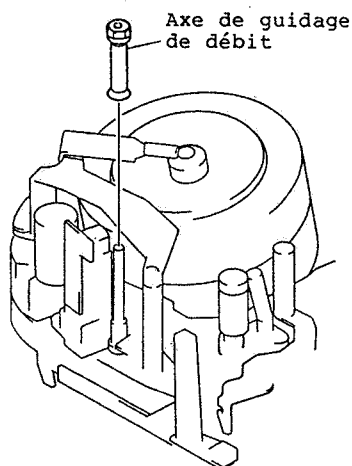

Fig. 2-73
1. Tourner la section supérieure de l'axe de guidage de débit avec la clé six pans mâle coudée (de 5,0 mm) et retirer l'axe de guidage de débit. (Se reporter à la figure 2-73)